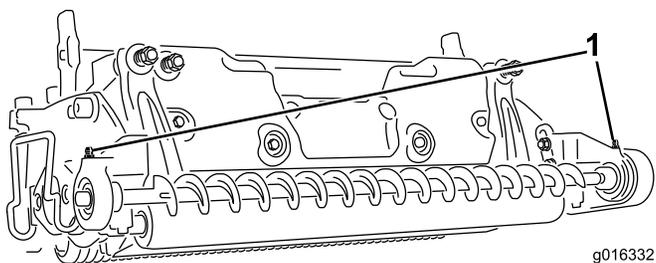

Figura 24
2. Limpe o copo de lubrificação para impedir a infiltração de resíduos nas bielas e buchas; consulte a Figura 24.